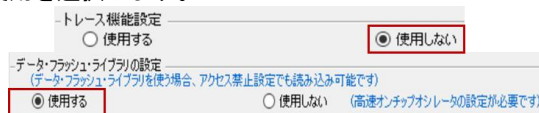

図 6-8 トレース機能設定とデータ・フラッシュ・ライブラリ設定の変更
2. [オンチップ・デバッグ設定]にトレース機能設定の未使用を選択し、[データ・フラッシュ]のデータ・フラッシュ・ライブラリの設定の使用を選択します。(図 6-8を参照)